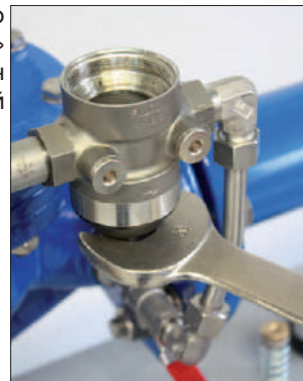

Рис. 46: Ослабление нижней крышки
- 5.1 Для замены внутреннего комплекта «пилота» понадобится рожковый ключ на 30 для ослабления нижней крышки и ее снятия (рис. 46).